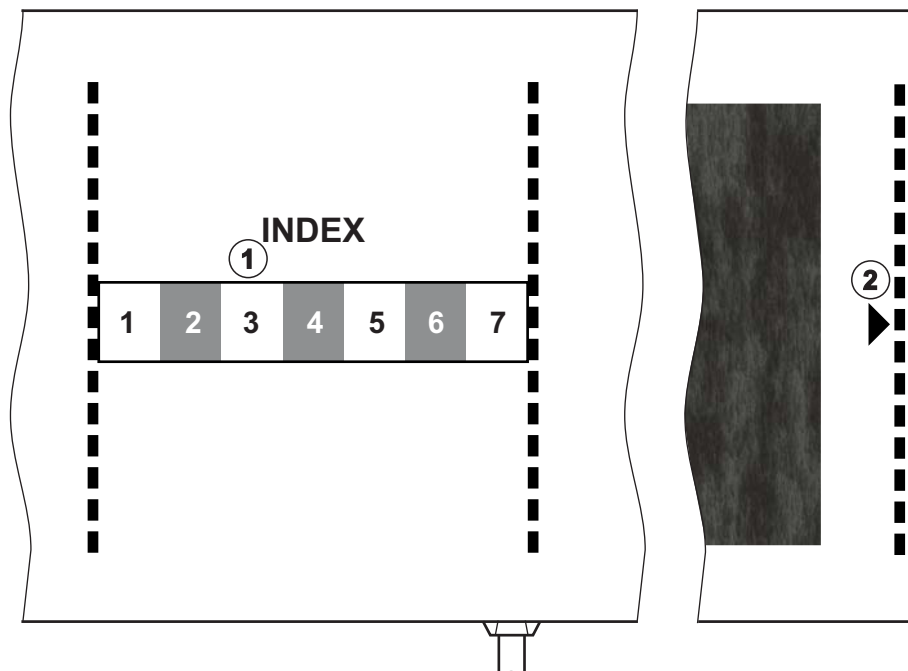

Рис. 11-4 Маркировка для определения правильного размера манжеты
Размер манжеты соответствует окружности плеча пациента, если отмеченная стрелкой пунктирная линия (на краю манжеты, см. Рис. 11-4, ②) располагается в диапазоне, отмеченном надписью «INDEX» (①), когда манжета наложена.